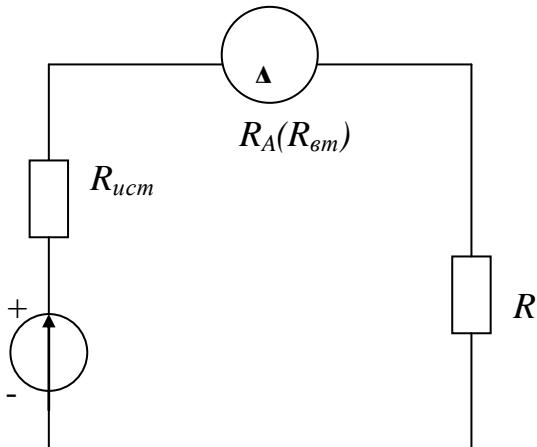

Рис. 1. Включение амперметра в электрическую цепь.
**Измерение тока.** В электрическую цепь включается измеритель тока (рис. 1).
**Задача 2.** В электрическую цепь (см. рис.1), состоящую из источника  $E$ ,  $R_{ucm} = 2$  Ом и  $R = 100$  Ом, включен миллиамперметр М260М класса точности  $K_{\Pi}$ ;  $R_{BT} = 2$  Ом с конечным значением шкалы 100 мА. Показание прибора  $I$ .
Выбранный прибор должен обеспечить наименьшую общую погрешность измерения тока  $I$  в схеме рис.1, состоящий из источника  $E$ ,  $R_{ucm}$ ,  $R$ .